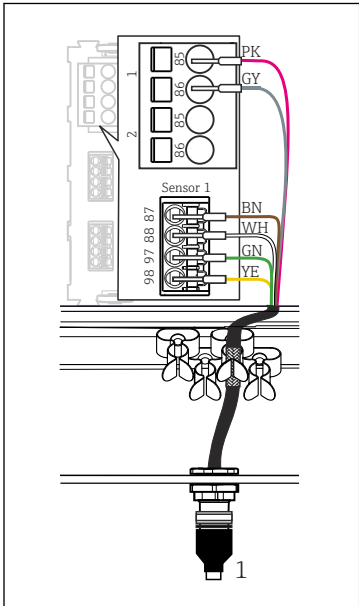

図 47 M12 コネクタ（センサモジュールの例）
このタイプの接続では、機器は工場ですでに配線されています (→ 図 47)。
- ▶ センサケーブルコネクタ（→ 図 47 項目 1）を直接 M12 ソケットに接続します。